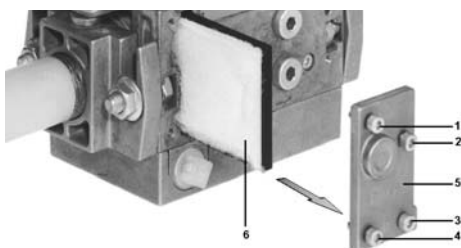

Fig. 42
- 2 Svitare le viti 1 ÷ 4 con una chiave esagonale n. 3 e togliere il coperchio del filtro 5 in Fig. 42.